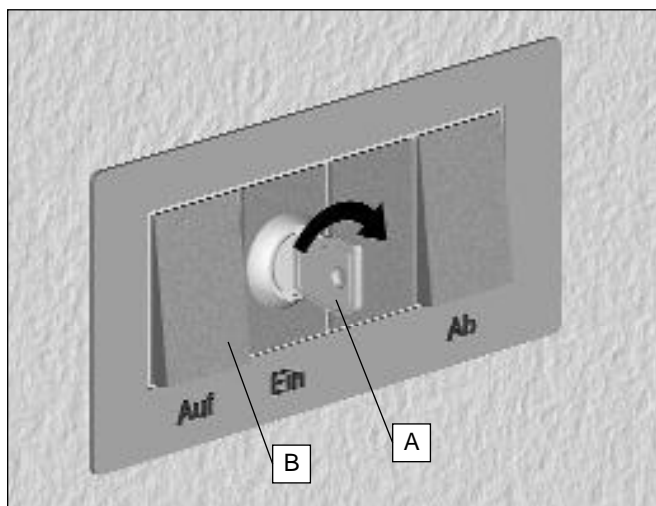

Fig. 7.15: Tilkallingstablå
- Sett inn nøkkel (A) i tilkallingstablå (fig. 7.15) eller i fjernkontroll (fig. 7.16).
- Vri nøkkelen (A) til PÅ-posisjon. I PÅ posisjon kan nøkkel (A) ikke fjernes.
- Trykk inn OPP-knappen (B) for å kjøre heisen opp til overetasjen.
- Sett inn nøkkel i tilkallingstablå (fig. 7.15) eller i fjernkontroll (Fig. 7.16).